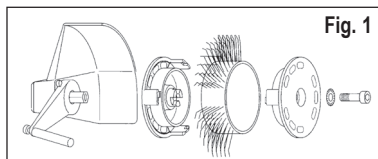
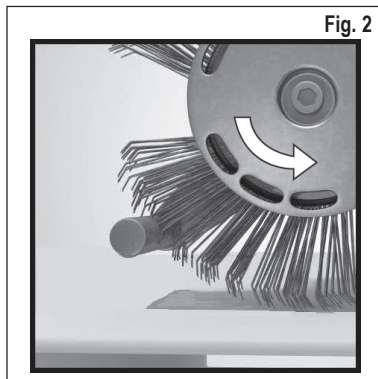

Fig. 1
Fig. 2
1. Întrerupeți alimentarea cu tensiune și apoi fixați în mod corect pe aparat banda **MBX®** Bristle Blaster® de 23 mm împreună cu sistemul de prindere (respectați direcția de rotație) și cu șaiba evantai și șurubul aferente. **Vezi Fig. 1 și Fig. 2**
Utilizați o bandă **MBX**® în direcția greșită de rotație? – Ajustați banda cu perii astfel încât să meargă în direcția corectă (vezi capitolul 5, Punerea în funcțiune, Fig. 2).